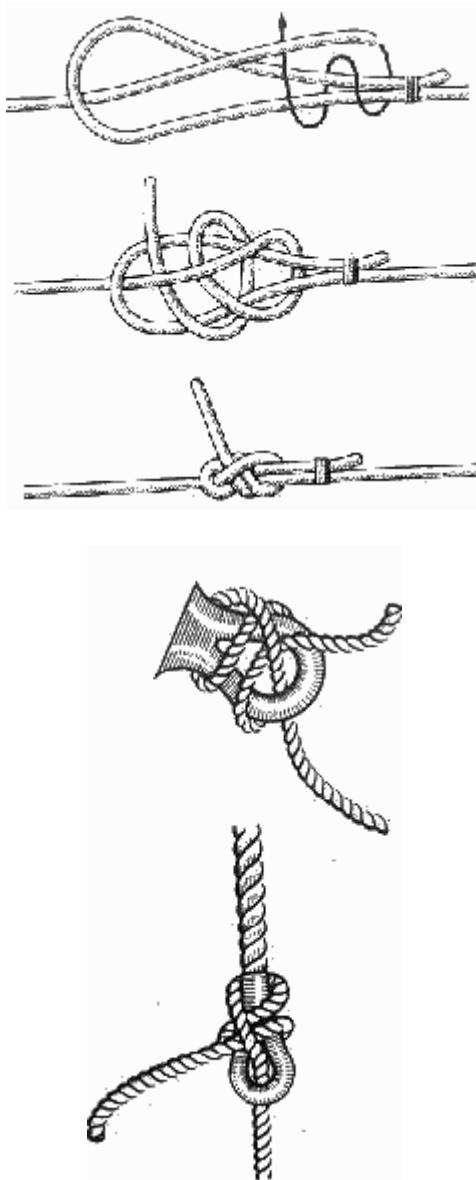

Рис. 39. Брам-шкотовый узел
**Брам-шкотовый узел** (рис. 39). Так же, как и шкотовый узел, свое название он получил от наименования снасти – брам-шкот, которой растягивают шкотовые углы нижней кромки прямого паруса при постановке брамселей. Если шкотовым узлом ввязывают одинарные шкоты нижних парусов, то брам-шкотовым узлом ввязывают брам-шкоты и бом-брам-шкоты, брам-фалы и бом-брам-фалы, а также брам-гитовы.